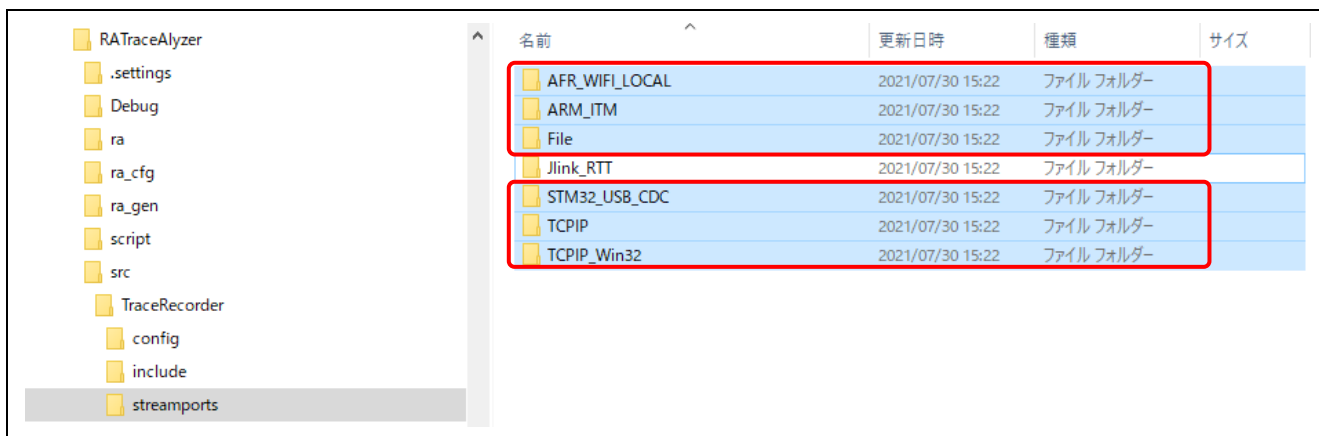

図 38 フォルダの削除（J-Link RTT）
1. ワークスペースフォルダ"src/TraceRecorder/streamports"から、図 38 の赤枠で囲んだサブフォルダを削除します。